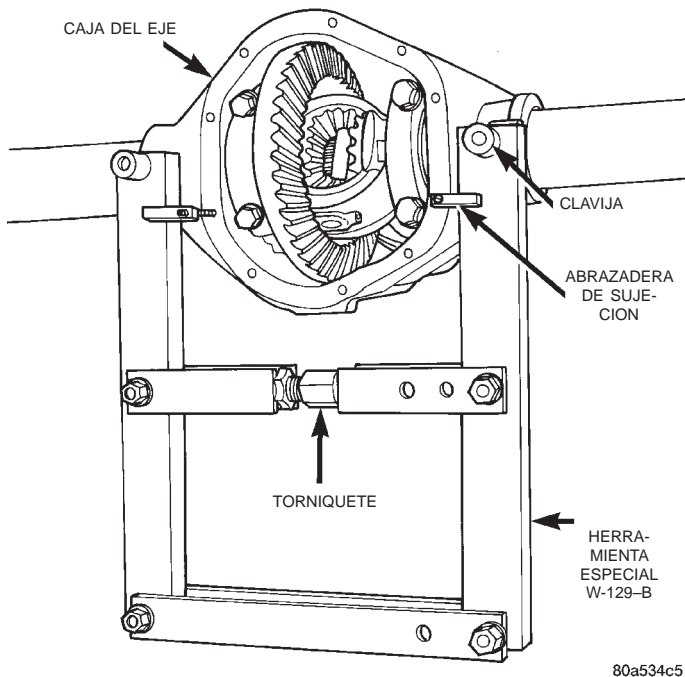

Fig. 32 Instalación del separador de la caja del eje
(7) Emplace el espaciador W-129B, utilizando algunos elementos del juego de adaptadores 6987, y asiente las clavijas de la herramienta en los orificios de emplazamiento (Fig. 32). Instale las abrazaderas de sujeción y apriete el torniquete de la herramienta a mano.